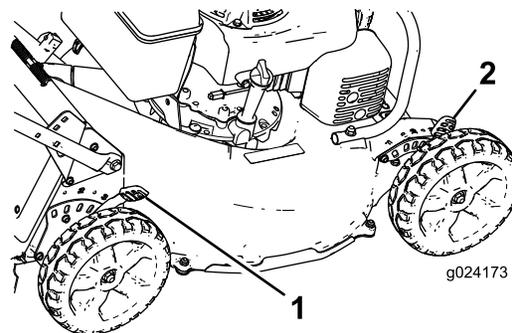

Figura 15
1. Tire de la palanca de altura de corte hacia la rueda (Figura 15) y muévala a la posición deseada.